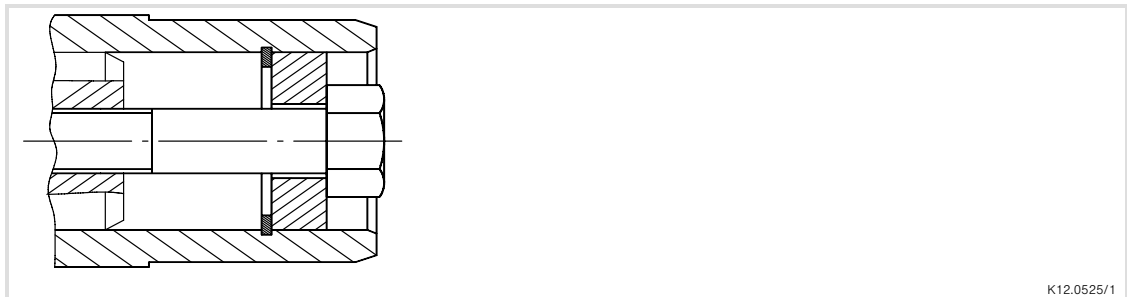

Рис. 3 Полый вал со стопорным кольцом
- Для фиксации в осевом направлении полый вал имеет пазы для стопорных колец (рис. 3). Детали, необходимые для фиксации вала, не входят в объем поставки.